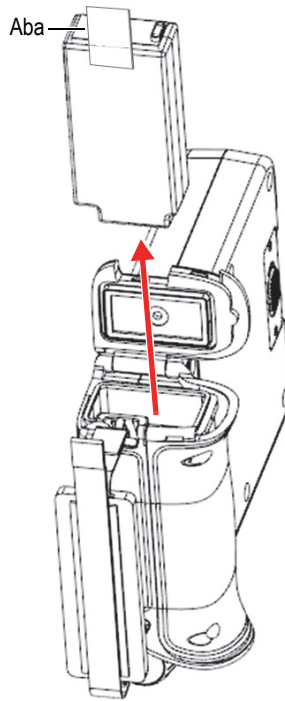

Figura 4-3 Remover a bateria
4. Segure na aba da bateria e puxe-a para liberar e remover a bateria (veja Figura 4-3 na página 47).